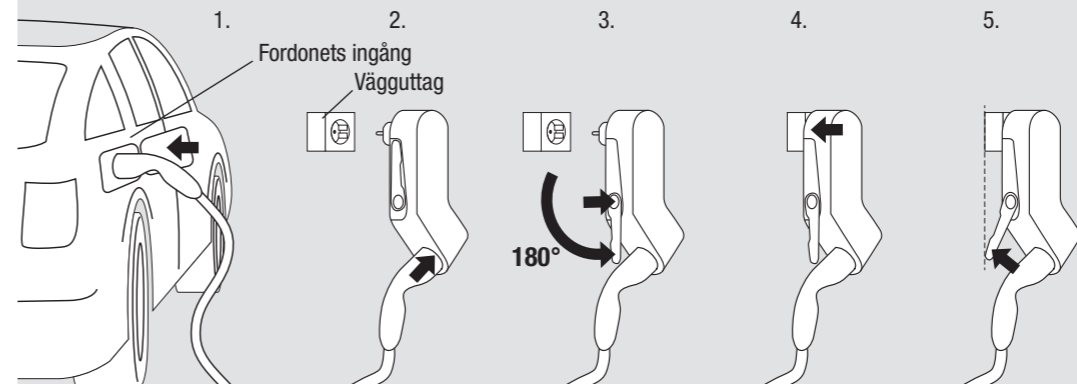

Bild 2: Laddningssekvens
- Mobility Dock ska endast användas vertikalt upphängd och stödjas på ett vägguttag för att undvika drag i uttaget (se bild 2). Tunga belastningar kan skada Mobility Dock och/eller eluttaget.
- Anslut inte Mobility Dock till uttaget förrän laddningskontakten sitter i typ 2-uttaget (C). Annars kan uttaget skadas.
Mobility Dock är en nödladdare i läge 2 för tillfällig, bärbar användning. Permanent användning endast i ett säkert, orörligt och vertikalt läge. Används endast på mekaniskt och elektriskt lämpliga, väggmonterade uttag (se bild 2, steg 5)!